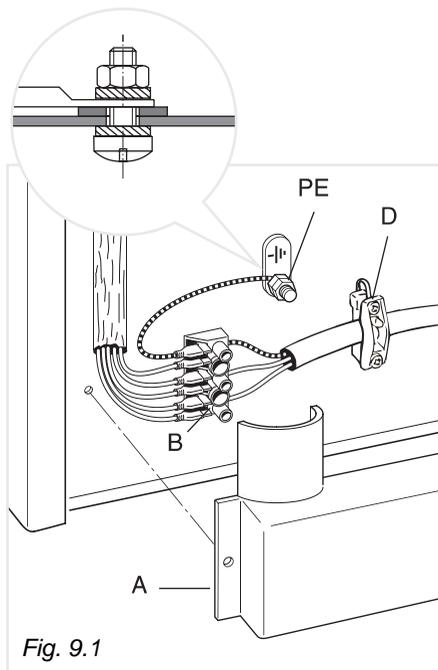

Fig. 9.1
- Svitare le viti di fissaggio della protezione **A** dietro la cucina (Fig. 9.1 - 9.2).
- Infilare nel fissacavo **"D"** il cavo di alimentazione di sezione adeguata come descritto nel capitolo "Sezione dei cavi di alimentazione" (Fig. 9.1 - 9.2).
- Collegare i cavi alla morsetteria **"B"** secondo lo schema delle figure 9.3 e 9.4; o i cavi di fase alla morsetteria **"B"** ed il cavo di terra al morsetto **PE** (Fig. 9.1 - 9.2 - 9.3 - 9.4).